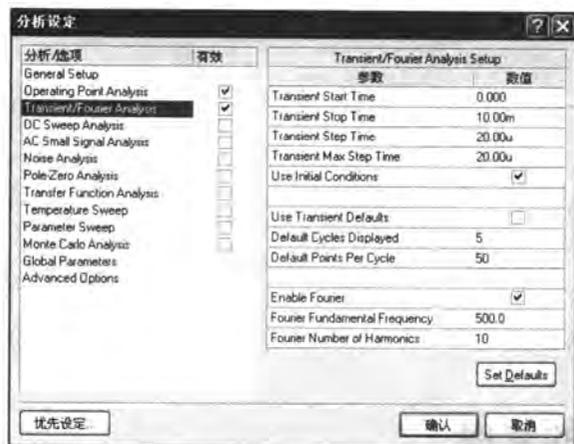

图 7-45 瞬态特性分析与傅里叶分析的参数设置
- [3] 在【分析/选项】栏中,选中“Operating Point Analysis”及“Transient/Fourier Analysis”选项后面的复选框,“Transient/Fourier Analysis”中各项参数的设置如图 7-45 所示。